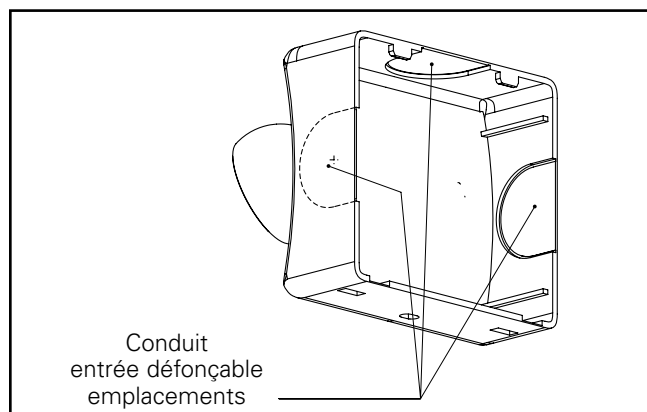

Figure 3.
5. Retirez la ou les entrées défonçables de conduit appropriées à la configuration souhaitée d'accès au conduit. (Voir la figure 3)